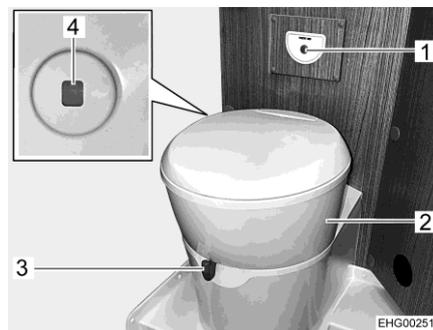

Fig. 104 Toilettes
Il est possible de tourner la cuvette dans la position souhaitée. Saisir pour ce faire le partie supérieur des toilettes (Fig. 104,2) des deux mains et tourner.
L'unité de commande avec le bouton de la chasse d'eau (Fig. 104,1) est positionné à proximité de la cuvette.
- Avant d'actionner la chasse d'eau, ouvrir le curseur des toilettes. Pousser pour cela le levier du curseur (Fig. 104,3) dans le sens inverse des aiguilles d'une montre.
- Pour actionner la chasse d'eau, appuyer sur le bouton bleu (Fig. 104,1).
L'indicateur de niveau (Fig. 104,4) passe du vert au rouge quand le réservoir pour matières fécales doit être vidé.